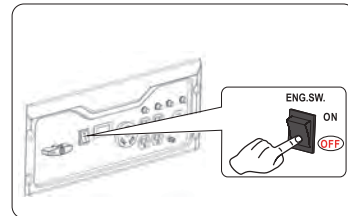

Fig 17
1. Gire el botón del motor ON/OFF a la posición "OFF". (fig 17)